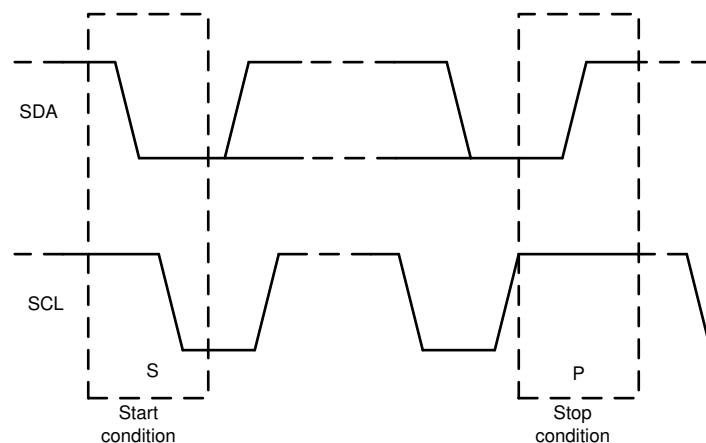

図 57. スタート条件とストップ条件
- マスターがスタート条件を生成して、データ転送を開始します。スタート条件は、図 57 に示すように SCL が High の間に SDA ラインが High から Low に遷移すると発生します。すべての I²CTM 互換デバイスが、スタート条件を認識します。
4. データ転送の終わりを通知するときには、マスタは SCL ラインが High の間に SDA ラインを Low から High にすることで、ストップ条件を生成します (**図 57** を参照)。これによってバスが解放され、アドレス指定されたスレーブとの通信リンクが停止します。すべての I²C™ 互換デバイスが、ストップ条件を認識します。ストップ条件の受信によって、バスは解放され、すべてのスレーブ・デバイスはスタート条件および一致するアドレスが送信されるのを待ちます。